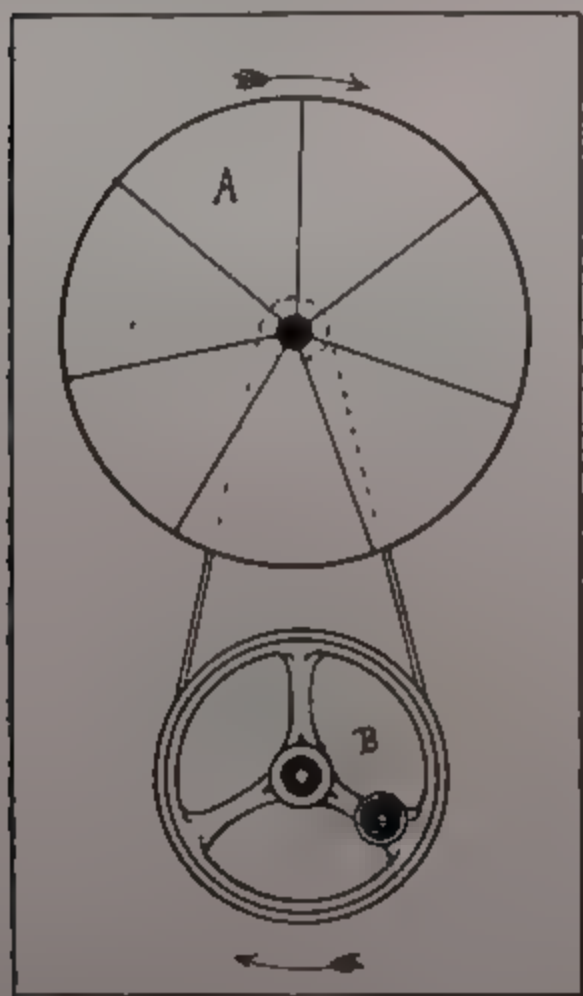

Fig. 152. — IL DISCO DI NEWTON.
*Newton* per mostrare la composizione della luce bianca, colorava i vari settori di un disco coi vari colori dello spettro e lo faceva poi ruotare velocemente (fig. 152). Durante la rotazione, da tutti i punti della superficie del disco giungono al nostro occhio, numerose sensazioni colorate rapidamente succedentisi, che si sovrappongono dandoci l'impressione del bianco. Veramente il disco appare grigio, cioè meno luminoso di un ugual disco di carta bianca, perchè buona parte della luce viene assorbita dalle parti colorate.